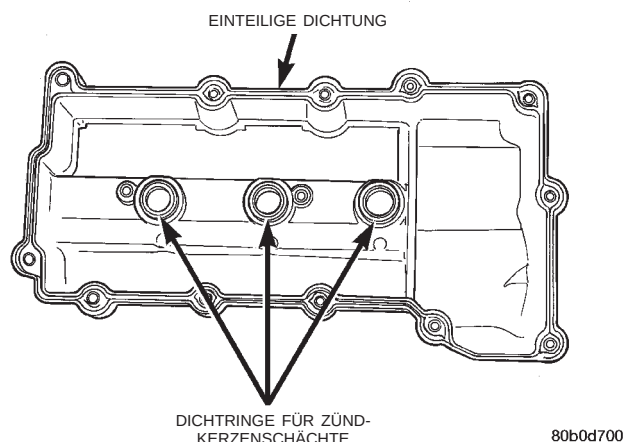

Abb. 35 Ventildeckeldichtung und Dichtringe für Zündkerzenschächte
(1) Ventildeckel und beide Dichtflächen reinigen. Dichtungen prüfen und nach Bedarf erneuern (Abb. 35).
(2) Ventildeckel aufsetzen und alle Befestigungsschrauben von Hand andrehen. Sicherstellen, daß